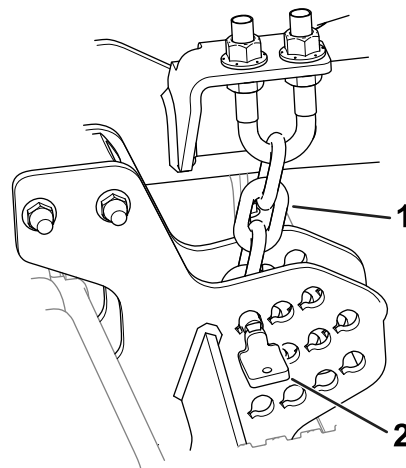

図 10
1. 刈高チェーンをカッピングユニット後部に固定しているピンを外す **図 10**。
ピンは、刈高チェーンの一番下の輪に通すこと。チェーン **図 10** はねじらないこと。